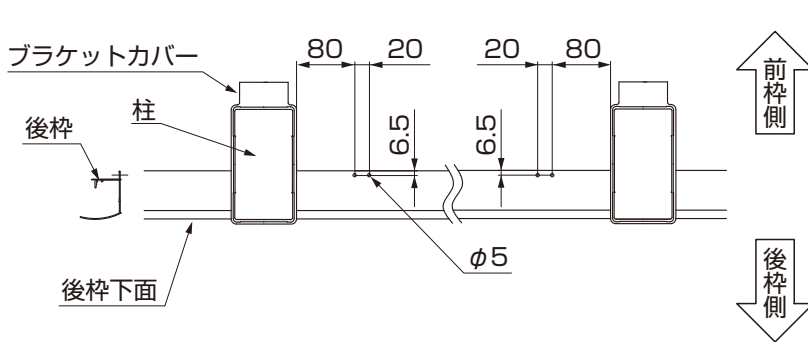

図4-1
- ① 後枠下面のフィン部にφ5の孔をあけてください。(図4-1参照)